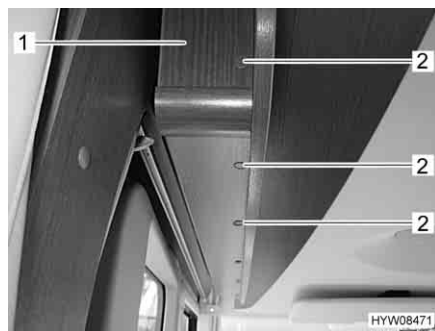

Fig. 61 Diaframma sul letto basculante
- Togliere tutti i coperchi di copertura (Fig. 61,2).
- Svitare tutte le viti (a intaglio) che si trovano sotto i coperchi di copertura e rimuovere il diaframma (Fig. 61,1).